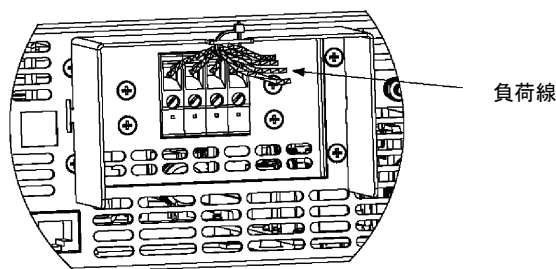

図 3-10 シールドカバーへ負荷線の取り付け
- (5) タイラップを使って図 3-10 のように、負荷線をシールドカバーに締付けます。負荷線の抜け防止用です。保護カバー内の線長に余裕を持たせて固定してください。